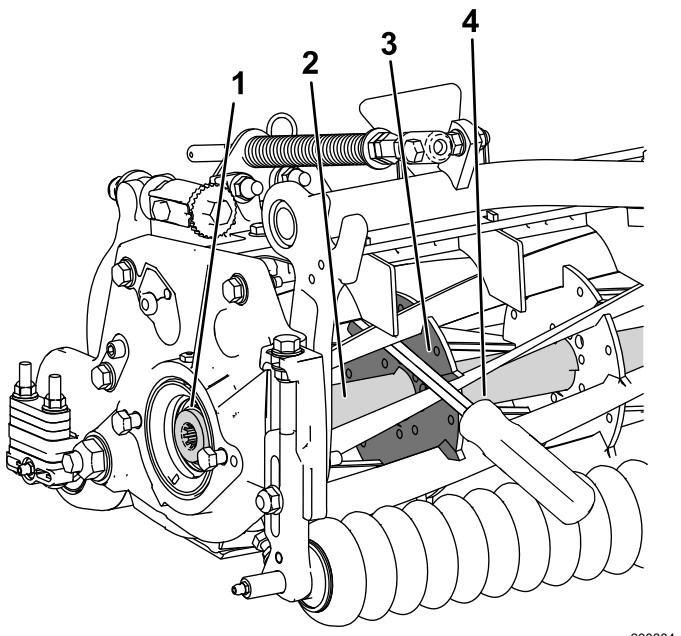

Figura 27
1. Insira um pé de cabra de cabo longo (recomendado $\frac{3}{8}$ x 12 pol. com pega de chave de parafusos) através da parte da frente do cilindro de corte, o mais próximo do lado da unidade de corte que irá apertar (Figura 27).
2. Coloque o pé de cabra contra o lado soldado do reforço interno do cilindro de corte (Figura 27).